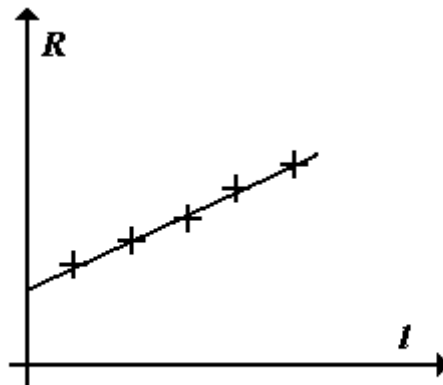

Рис.4
Для проверки формулы (9), отражающей зависимость сопротивления проволоки от ее длины, измеряют сопротивление R при разных длинах l проволоки. Результаты измерений представляют графически в виде зависимости $R = R(l)$. Поскольку проволока однородна ($\rho = \text{const}$) и имеет одинаковую толщину ($S = \text{const}$), то экспериментальные точки должны находиться на прямой, не проходящей через начало координат (рис.4).